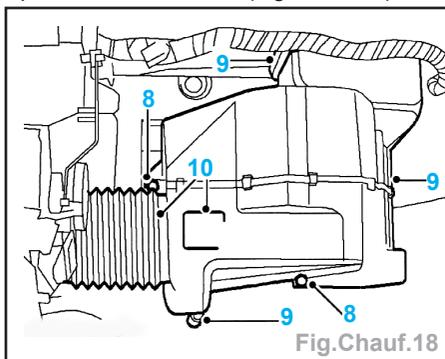

Fig.Chauf.18
- Déposer les 2 écrous (8) maintenant l'évaporateur sur la caisse (Fig.Chauf.18).